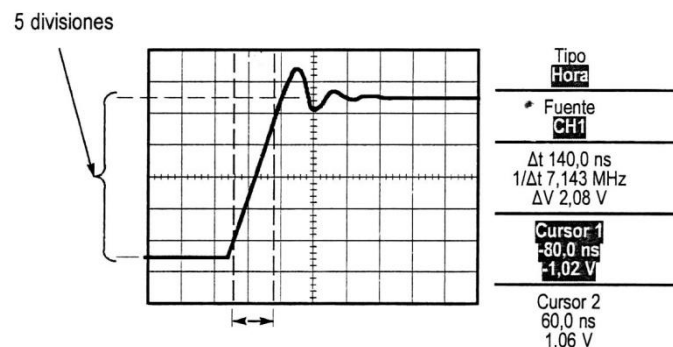

Fig.80.-Toma de medidas de tiempo con los cursores.
- La señal medida es como aparece en la fig. 80.